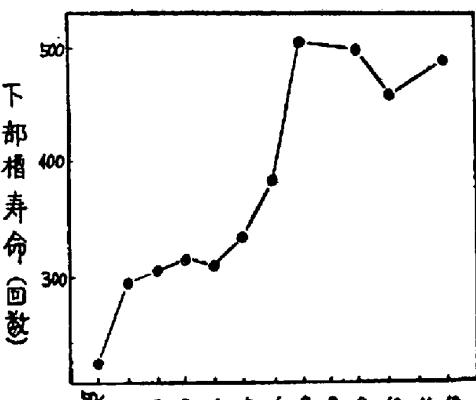

図2 下部槽寿命の推移
2.3 下部槽寿命の推移と今後の問題点 下部槽寿命の推移は図2に示す通りであり、前項の対策③を講じて 503 回の寿命が達成された。この時点での問題点は従来の敷レンガ中心部とは異なって壁レンガの下部となつた。この部分のレンガ材質は 92% の高アルミナ質であるが、今後は 99% 以上のアルミナで、しかも超高温にて焼成したレンガを用いて、さらに寿命を延長する計画である。